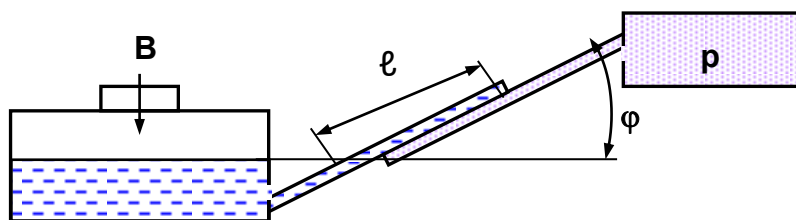

Рис. 1.1. Измерение разрежения тягомером
1.4. Разрежение в газоходе котла измеряется при помощи тягомера с наклонной трубкой (рис. 1.1). Угол наклона трубки  $\varphi=30^\circ$ . В качестве измерительной жидкости залит керосин с плотностью 0,8 г/см3.